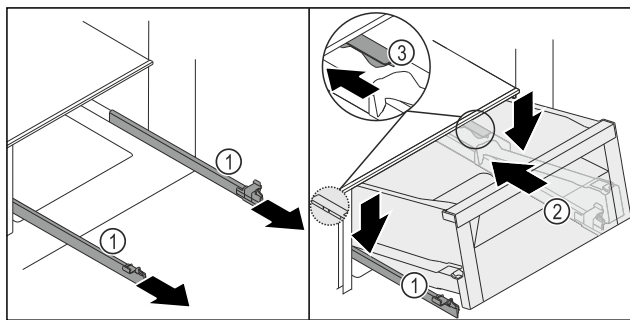
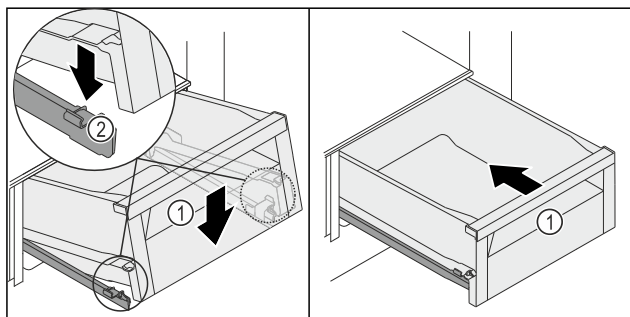

Fig. 147
Fig. 148
- Kolejničky Fig. 147 (1) pevně držte a zásuvku Fig. 147 (2) nasadíte shora za zářezku Fig. 147 (3) na kolejničkách Fig. 147 (1).
- Zásuvku Fig. 147 (2) na kolejničkách Fig. 147 (1) zasuňte až na doraz směrem dozadu.
- Zásuvku Fig. 147 (2) vpředu spusťte dolů tak, aby se zásuvka zasunula vlevo a vpravo do svorky Fig. 148 (2).
- Zásuvka Fig. 148 (1) slyšitelně zacvakne.
- Zásuvku Fig. 148 (1) zasuňte.